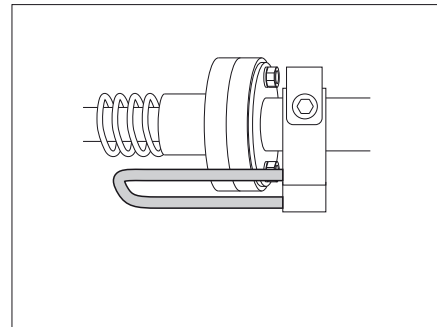

Bild 152 Låsspaken är spärrad i ställningen
► Innan sängen används, kontrollera att låsspaken befinner sig i säkrad position (Bild 152).
- Ställ låsspaken i säkrad position (Bild 152).